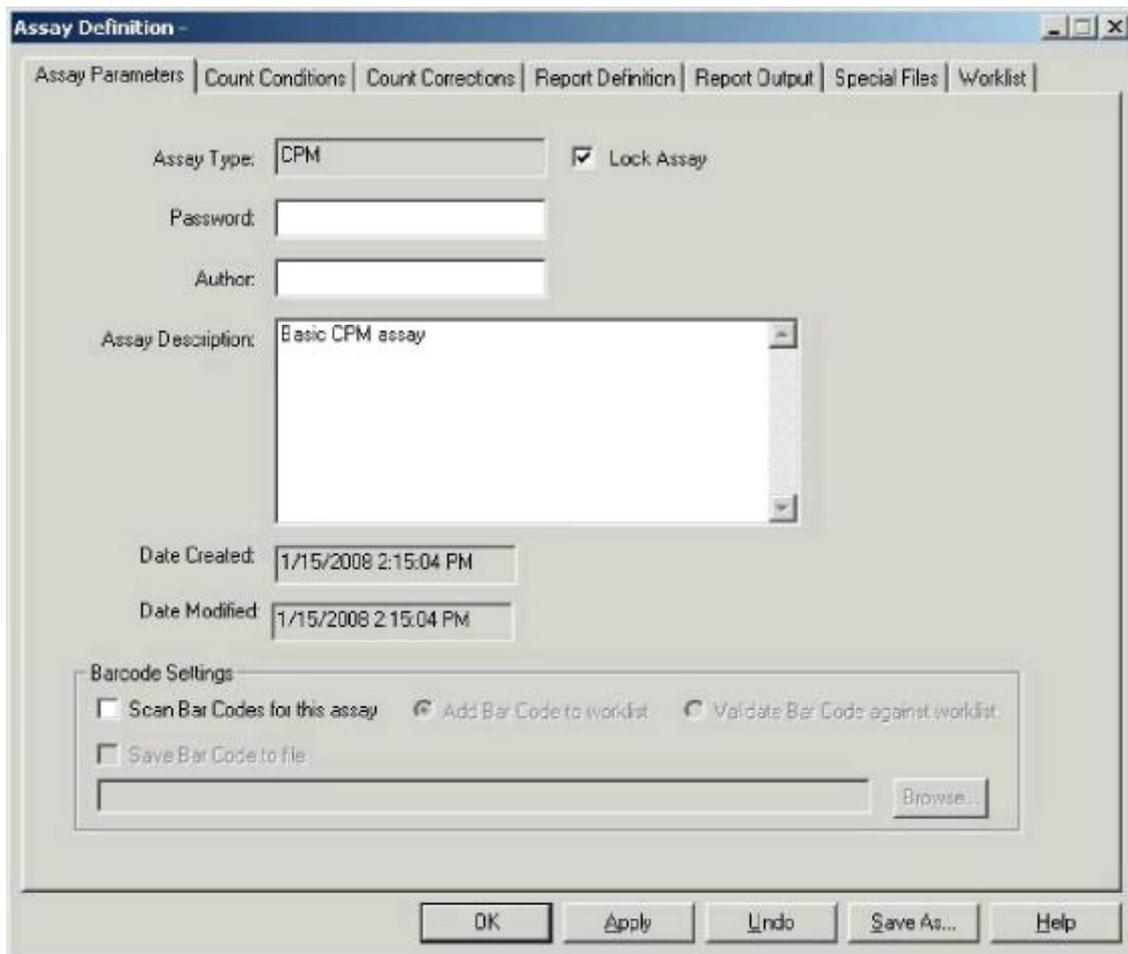

Рисунок 2-7. Окно Assay Definition (Определение анализа).
3. Когда появляется окно *Assay Definition* (Рисунок 2-7), поставьте флажок в окне **Lock Assay (Заблокировать анализ)** во вкладке **Assay Parameters (Параметры анализа)**. При этом активируется поле **Password (Пароль)**.